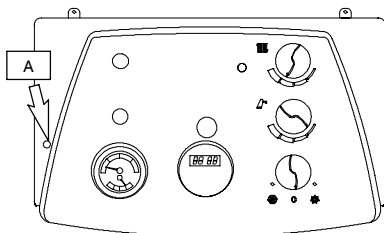

Fig. 6.1
- 4 Enlever la vis "A" de la Fig. 6.1 et rabattre en avant le tableau de commande.